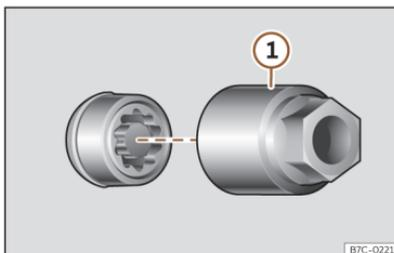

Fig. 199 Tornillo antirrobo de la rueda con capuchón y adaptador.
- Encaje el adaptador especial >>> **fig. 199** ① (herramienta de a bordo >>> **pág. 291**) en el tornillo antirrobo de la rueda hasta el tope.